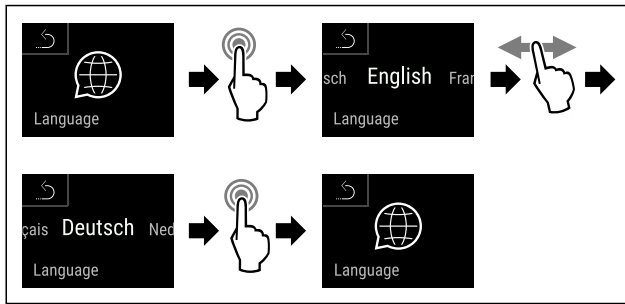

Fig. 105
- ▶ Hajtsa végre a művelet lépéseit (lásd Fig. 105) .